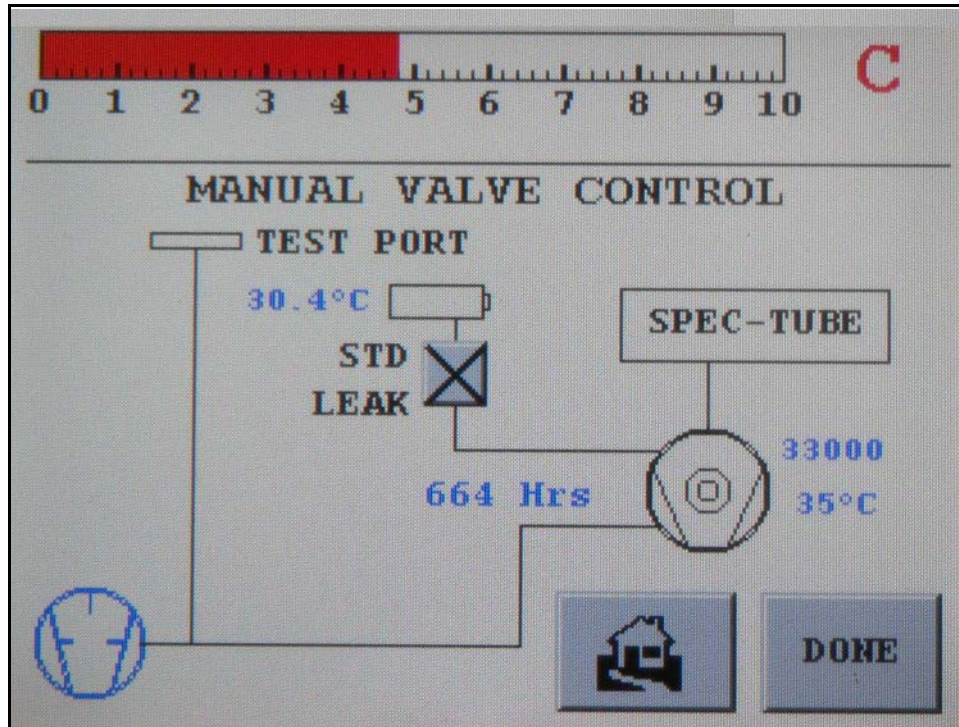

图 2-18 手动阀门控制屏幕
1. 轻触“Set-Up”屏幕上的 **Valve Control**，出现“手动阀门控制”屏幕（图 2-18）。